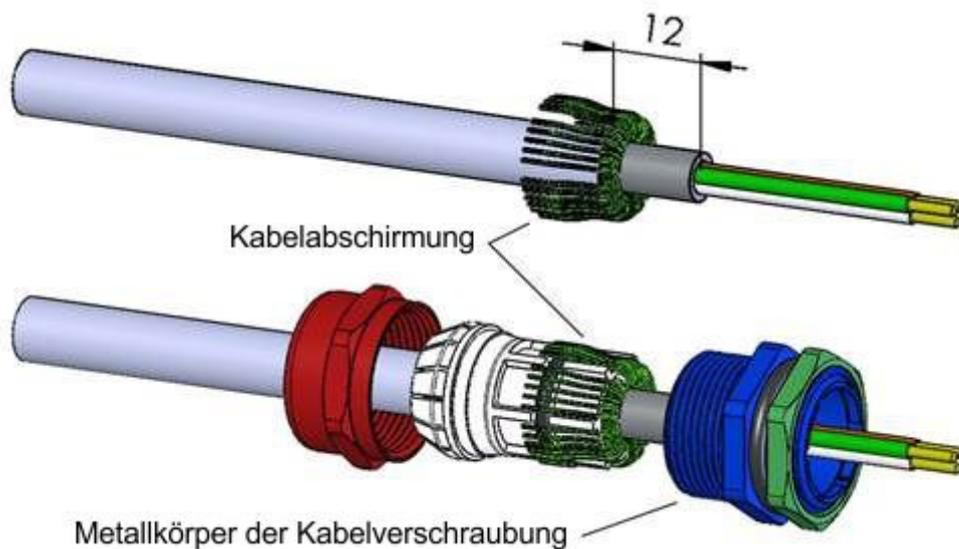

Abb. 10: Verbindung der Kabelabschirmungen in den Kabelverschraubungen
**Geräteseitig müssen die Abschirmungen aller angeschlossenen Kabel mit dem Metallkörper der Kabelverschraubung gemäß Abb. 10 verbunden werden.**